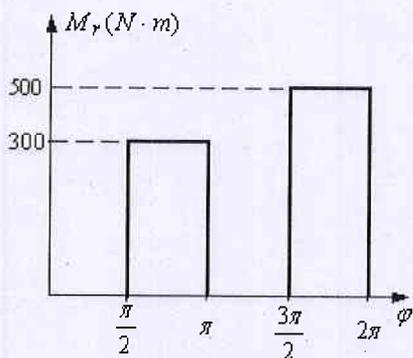

图 3 (题二、4 图)
- (1) 这对齿轮传动能否采用渐开线标准直齿圆柱齿轮传动？能否采用斜齿圆柱齿轮传动？为什么？(4 分)
- (2) 若采用渐开线直齿圆柱齿轮传动，应采用何种传动类型？并计算这对齿轮传动的啮合角  $\alpha'$ 、两齿轮的节圆直径  $d_1'$ 、 $d_2'$  和两齿轮的分度圆直径  $d_1$ 、 $d_2$ ；(8 分)
- (3) 若采用斜齿圆柱齿轮传动，计算这对齿轮传动的螺旋角  $\beta$ 、两齿轮的分度圆直径  $d_1$ 、 $d_2$ ，顶圆直径  $d_{a1}$ 、 $d_{a2}$  和根圆直径  $d_{f1}$ 、 $d_{f2}$ 。(8 分)
4. (20分) 设有一由电动机驱动的机械系统, 以主轴为等效构件, 其运转周期为  $2\pi$ , 等效构件的最大及最小角速度分别为  $\omega_{\max} = 200\text{rad/s}$ 、 $\omega_{\min} = 180\text{rad/s}$ , 等效阻力矩  $M_r$  随主轴转角的变化曲线如图 3 所示, 等效驱动力矩  $M_d$  为常数。试求: